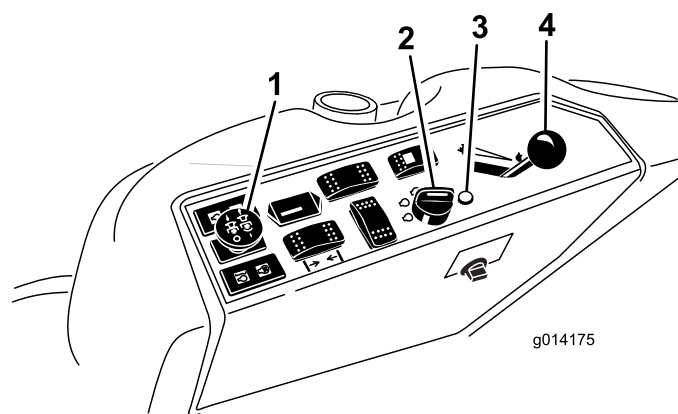

Figura 19
4. Desloque o interruptor da tomada de força para a posição DESLIGAR (Figura 19).
5. Mova a alavanca do acelerador para o meio entre a posição RÁPIDO e a posição LENTO (Figura 19).